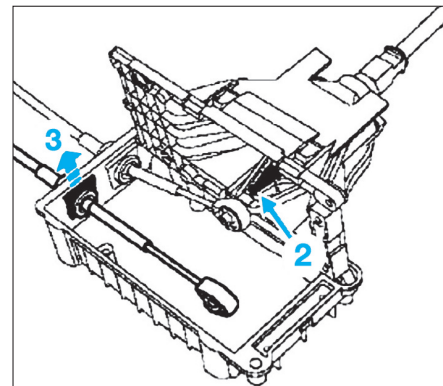

FIG. 14
- Désaccoupler le câble de la rotule (2) (Fig.14).
- Retirer l'agrafe d'arrêt de gaine (3).